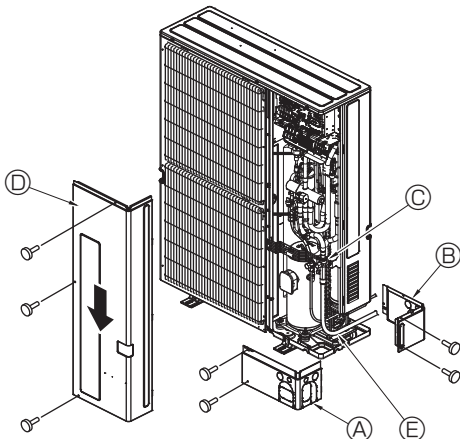

Fig. 4-9
4.5. Soğutucu boruları (Fig. 4-9)